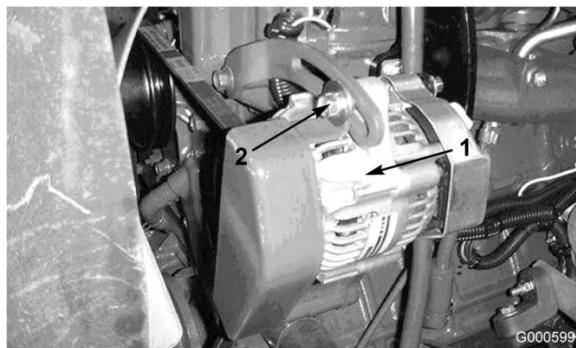

図 54
オアウタネータのベルト（図 54）は100運転時間ごとに点検します。
2. たわみが10 mm程度でない場合には、オルタネータ取り付けボルト（図 54）をゆるめる。適当な張りに調整してボルトを締める。ベルトのたわみが適切に調整されたことを確認する。